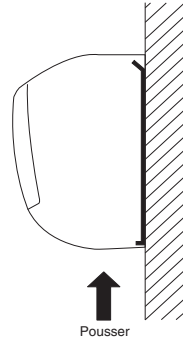

Fig. 3-103
- (3) Appuyer sur les 2 marques Δ sur la partie inférieure de l'unité intérieure et déverrouiller les languettes. Soulever ensuite l'unité intérieure et procéder au démontage. (Fig. 3-103)